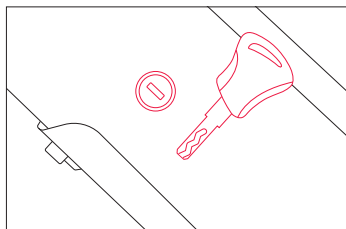

Abbildung 2
**HINWEIS:** Bitte bewahren Sie Ihren Schlüssel und den Ersatzschlüssel an einem sicheren Ort auf. Sollten Sie sie verlieren, sind sie nur sehr schwer zu kopieren. Die Schlüsselnummer stimmt mit der Nummer auf dem Schlüsselloch überein (Abb. 2). Wenn Sie die Schlüssel verloren haben, bitte geben Sie uns die Schlüsselnummer, um neue Schlüssel zu bekommen.